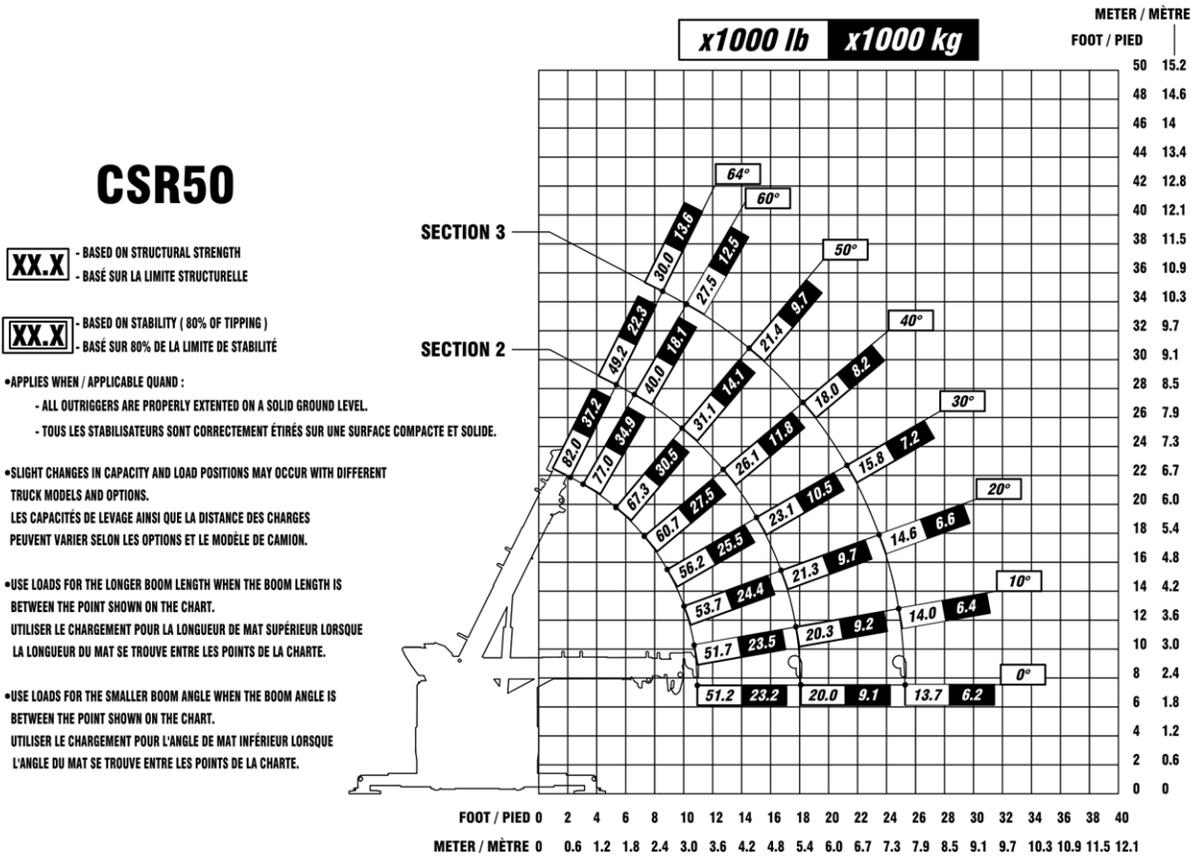

FIGURE 16 – CAPACITÉ DE LEVAGE DU MODÈLE CSR50 À PARTIR DU CÔTÉ
- Figure 16 — Capacité de levage du modèle CSR50 à partir du côté